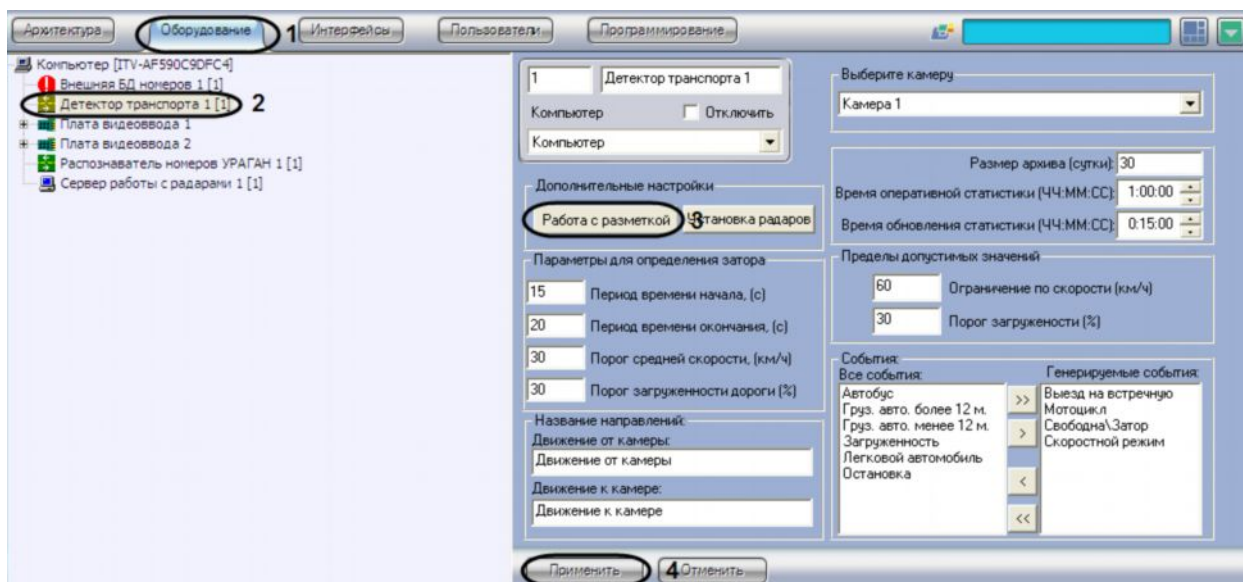

Рис. 7.5.6-1 Вызов панели работы с разметкой
2. В дереве объектов на вкладке «Оборудование» выбрать объект «Детектор транспорта», соответствующий настраиваемому программному модулю «Детектор транспорта» (см. Рис. 7.5.6-1, 2). В правой части вкладки «Оборудование» отобразится панель настройки выбранного объекта.
3. Нажать на кнопку «Работа с разметкой» и выбрать пункт «Задать разметку» (см. Рис. 7.5.6-1, 3).